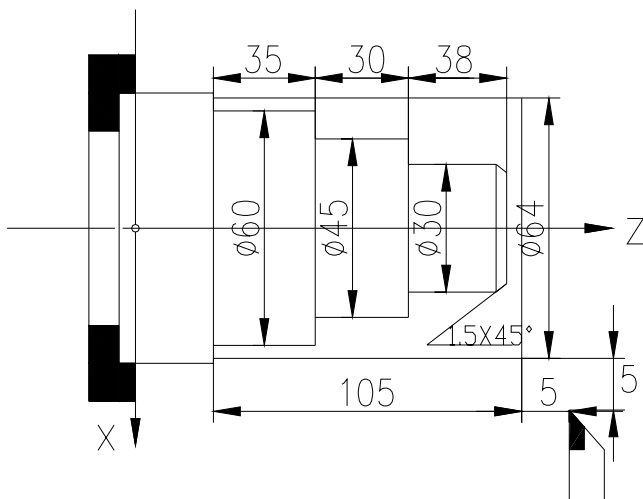

图 7-4-2 外圆加工示例
**示例 1:** 加工图 7-4-2 所示工件。棒料： $\Phi 64 \times 105$  mm。1 号刀为粗车刀，2 号刀为精车刀。（G90 内外圆柱面车削循环）。